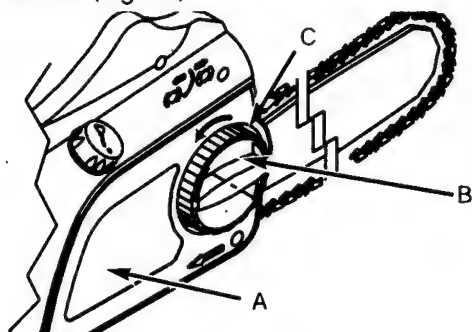

Fig. 17
2. Desserrez légèrement le bouton (B) dans le sens inverse des aiguilles d'une montre et tournez l'anneau de tension de la chaîne (C) dans le même sens pour relâcher la tension de la chaîne (Fig. 17).
3. Pour enlever le capot du pignon (A), tournez le bouton (B) dans le sens inverse des aiguilles d'une montre. (Fig. 17)